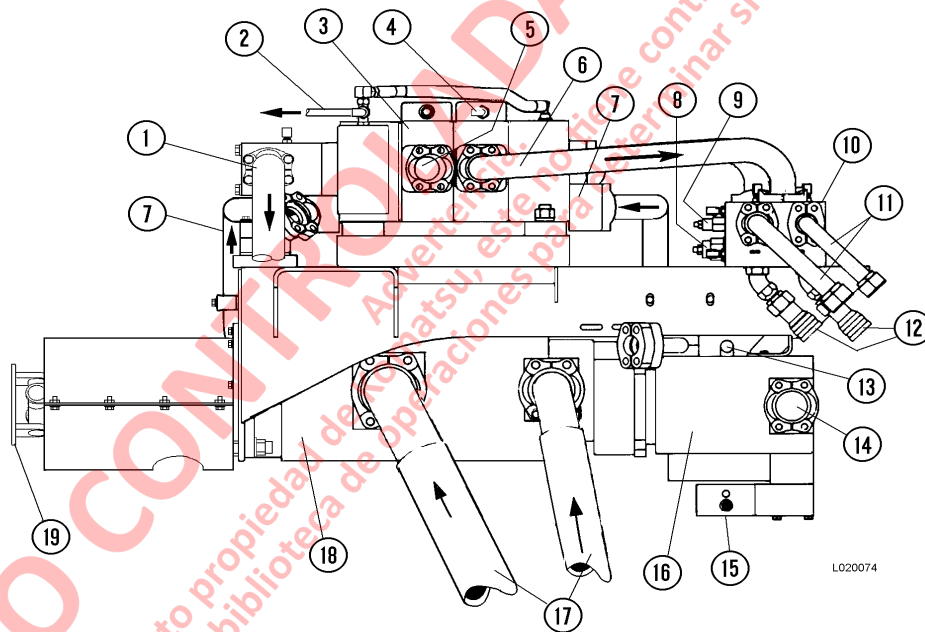
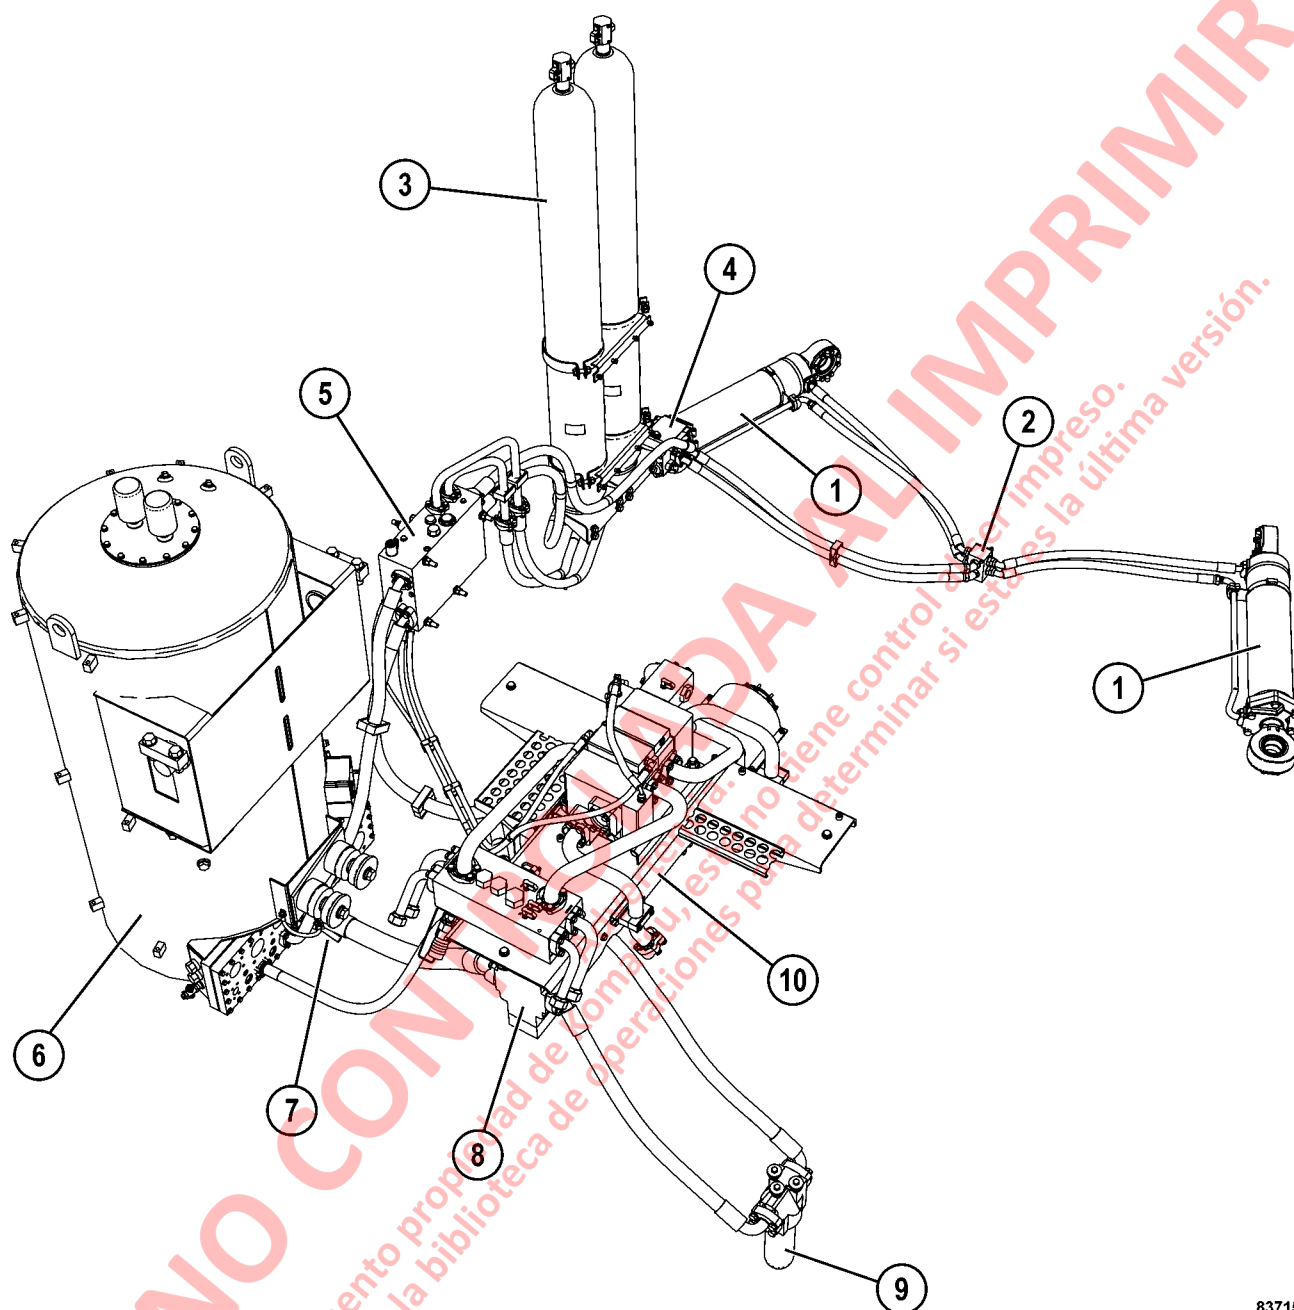

FIGURA 2-1. MÓDULO DE LA BOMBA HIDRÁULICA
FIGURA 2-3. CIRCUITO DE DIRECCIÓN
Las bombas hidráulicas (16) y (18, Figura 2-1) están montadas en una estructura modular detrás del alternador de tracción. El módulo de la bomba también contiene la válvula de elevación operada por piloto (3), que controla la operación de los cilindros de elevación durante las operaciones de volteo de la tolva. Un múltiple sobre el centro (10) contiene válvulas internas (8) y (9), que aseguran una suave operación y máxima vida útil de los cilindros de elevación.
El aceite hidráulico es suministrado desde el tanque a una bomba del circuito de elevación tipo engranaje (18, Figura 2-1), con capacidad nominal de 931 l/min (246 gpm) en 1 900 RPM y 17 200 kPa (2.500 psi). El aceite de los puertos de salida de la bomba es dirigido a filtros de alta presión (4, Figura 2-2) y luego entra a la válvula de elevación.
El aceite hidráulico se suministra desde el tanque a una bomba del circuito de freno y dirección de presión compensada tipo pistón (8, Figura 2-3), con un valor nominal de 250 l/min (66 gpm) en 1 900 RPM en 17 200 kPa (2.500 psi). Una válvula de descarga (15, Figura 2-1) mantiene la presión del sistema entre 18 960 kPa (2.750 psi) y 20 860 kPa (3.025 psi)
El aceite de la bomba es dirigido a filtros de alta presión (9, Figura 2-3) antes de entrar al múltiple de purga (5). El múltiple de purga tiene varias funciones en los sistemas de dirección, frenos y elevación. Se usa para dirigir el flujo de aceite al sistema de dirección y al sistema de frenos hidráulicos.